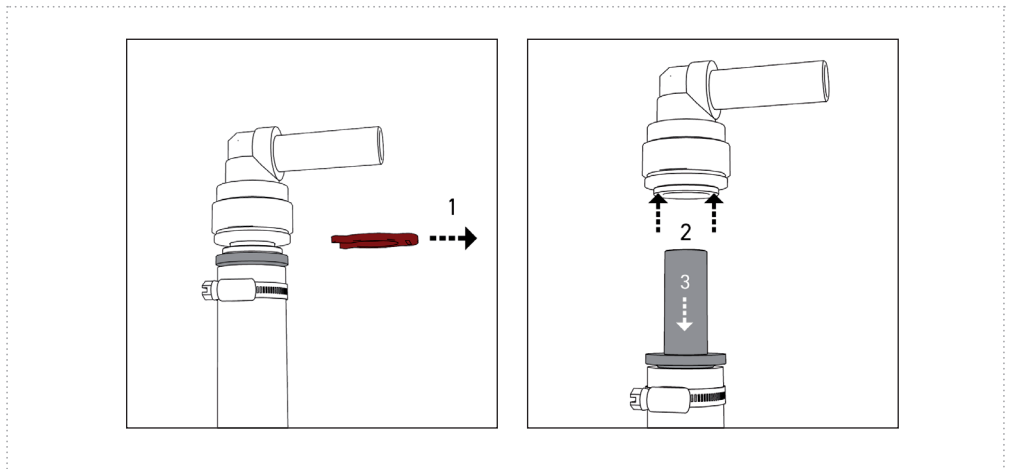

Abbildung: 13
Sollte es notwendig sein, eine Einsteck-Verbindung zu lösen, gehen Sie bitte wie folgt vor (*Abbildung 13*). Entfernen Sie zuerst den Sicherungs-Ring (1). Das Halteelement mit den Fingern oder unter Zuhilfenahme einer Lösehilfe (z.B. Sicherungsring) zurückdrücken und festhalten (2). Das eingesteckte Rohr bzw. der Schlauch kann nun entfernt werden (3).